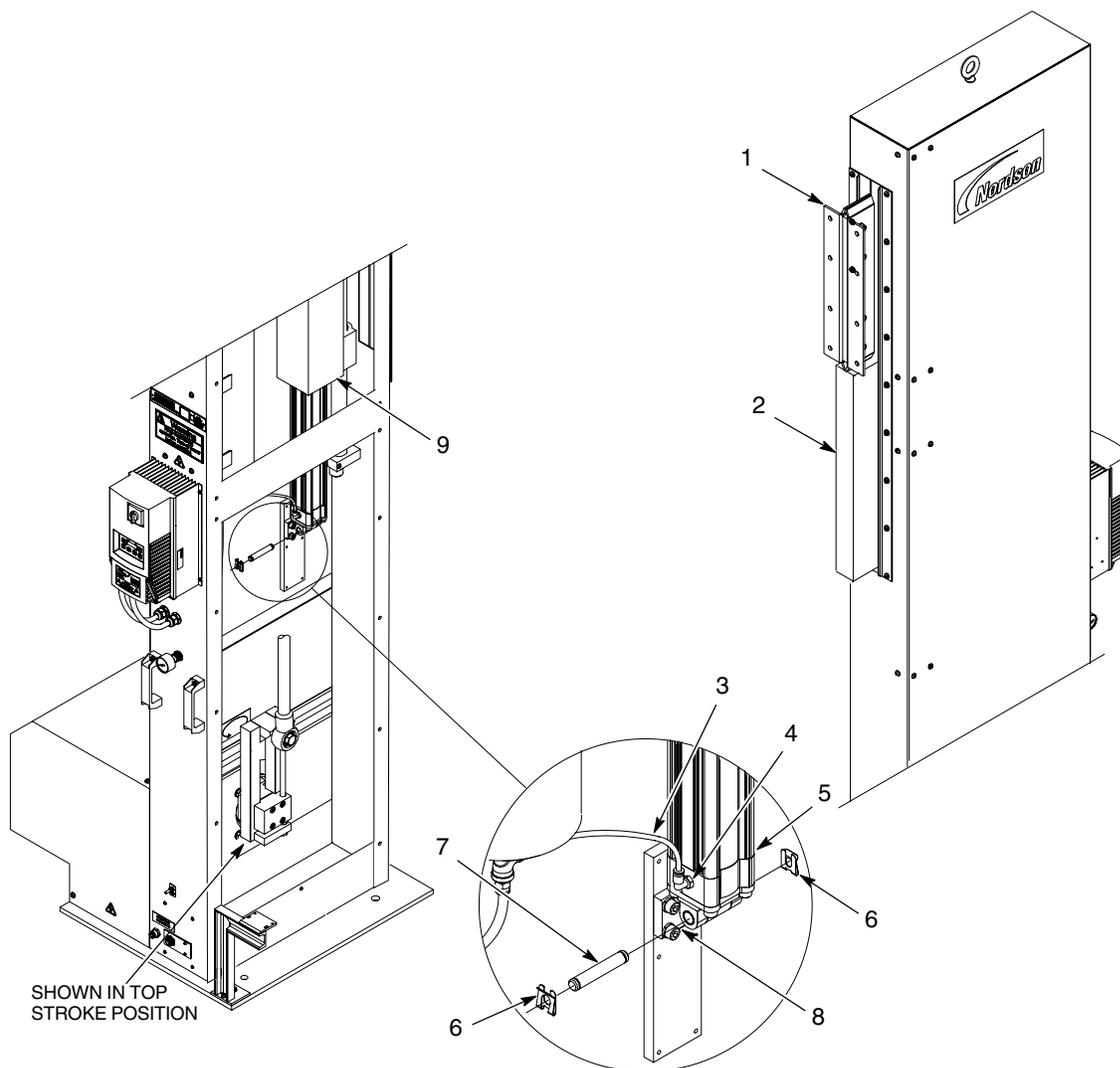
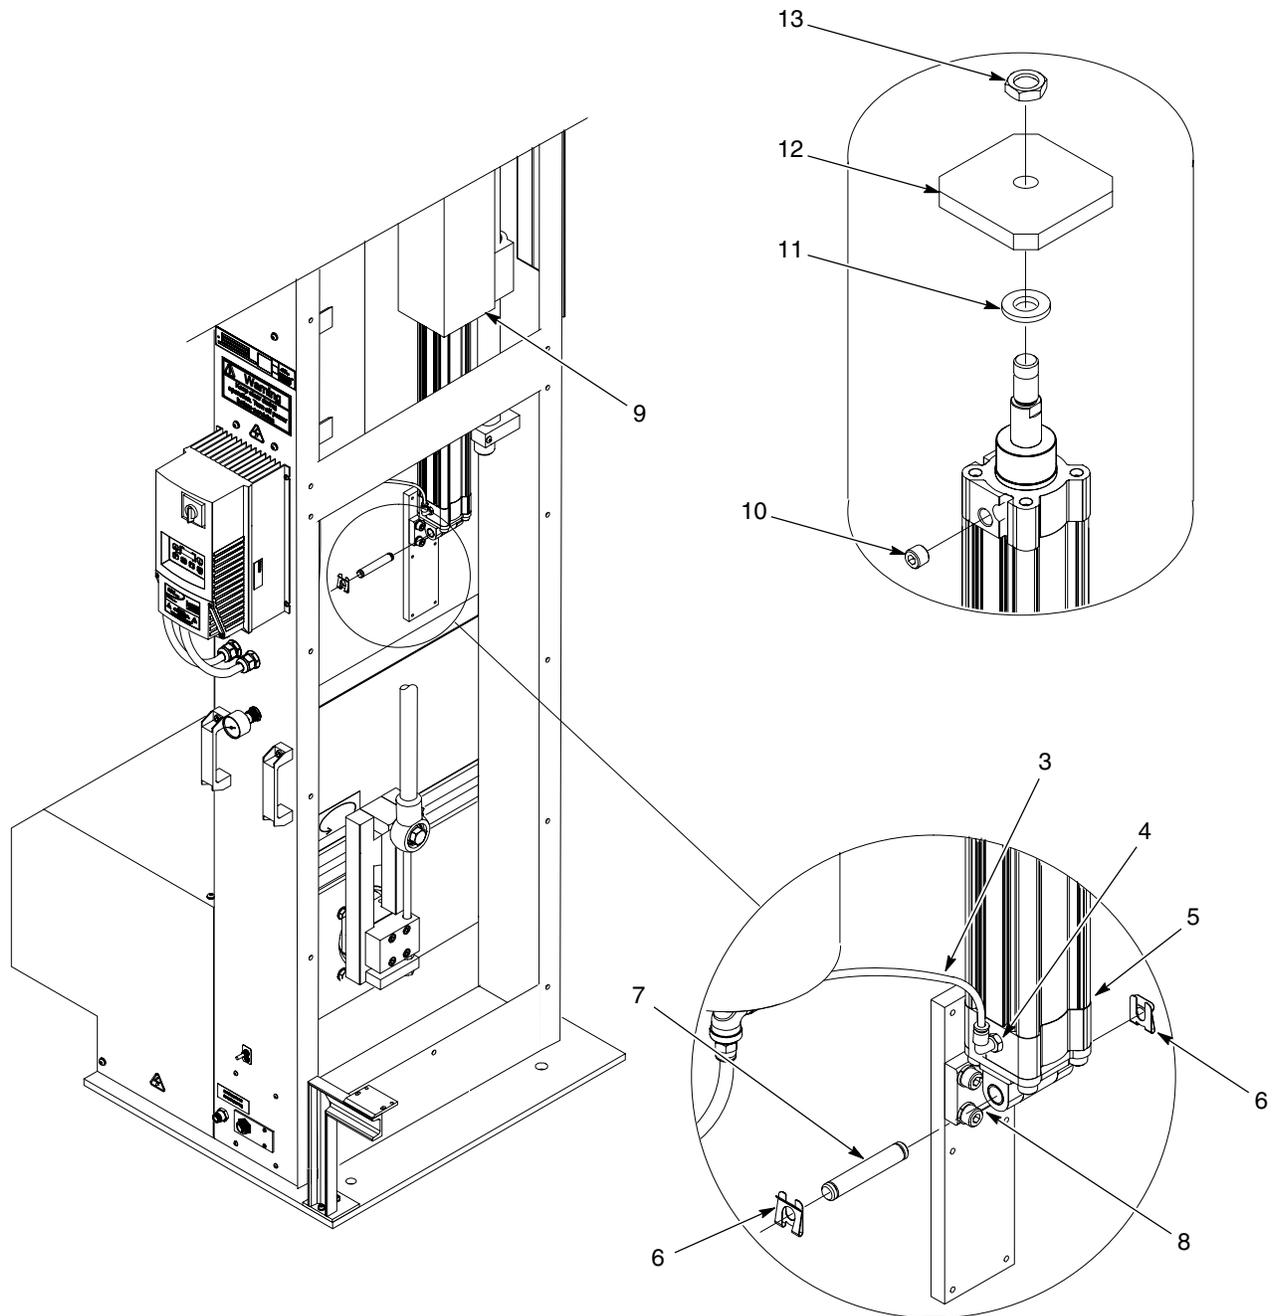

Рис. 19 Установка пневмоцилиндра
Рис. 20 Установка пневмоцилиндра
1. См. рис. 19. Сдвинуть каретку распылителей (1) в положение хода вверх. При помощи бруска (2) зафиксировать каретку распылителей (1), как показано.
2. Установить пневмоцилиндр в монтажную трубку (9) узла подшипников. Зафиксировать пневмоцилиндр при помощи штифта (7) и скоб (6).
3. Подсоединить пневматическую линию (3) к фитингу пневмоцилиндра (4).
4. Сдвинуть каретку распылителей (1) в положение хода вниз, осторожно сняв брусок (2). Каретка распылителей должна сместиться вниз.
5. Установить крепление распылителей на монтажный кронштейн каретки распылителей (1).
3. См. рис. 20. Отсоединить пневматическую линию (3) от фитинга пневмоцилиндра (4).
4. Снять скобы (6) и штифт (7) крепления пневмоцилиндра (5) на кронштейне (8). Извлечь пневмоцилиндр из монтажной трубки (9) узла подшипников.
- a. Снять (4), сапун (10), шайбу (11), опорную пластину (12) и отвернуть контргайку (13) с заменяемого пневмоцилиндра.
6. Установить новый пневмоцилиндр (5) в монтажную трубку (9) узла подшипников. Зафиксировать пневмоцилиндр при помощи штифта (7) и скоб (6).
7. Подсоединить пневматическую линию (3) к фитингу пневмоцилиндра (4).
8. См. рис. 19. Сдвинуть каретку распылителей (1) в положение хода вниз, осторожно сняв брусок (2). Каретка распылителей должна сместиться вниз.